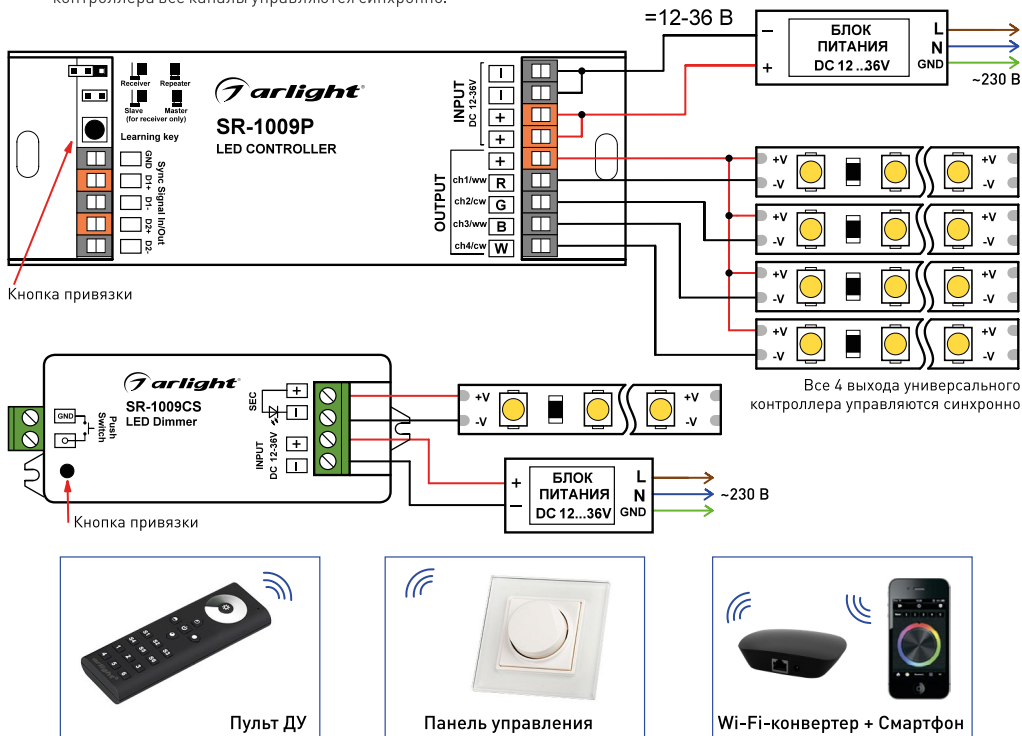

Рис. 1. Пример подключения оборудования.
- 3.4. Соедините блок питания, контроллер и светодиодную ленту (см. инструкцию к используемому контроллеру или диммеру). Пример подключения контроллера и диммера приведен на Рис. 1. При использовании 4-канального универсального контроллера все каналы управляются синхронно.